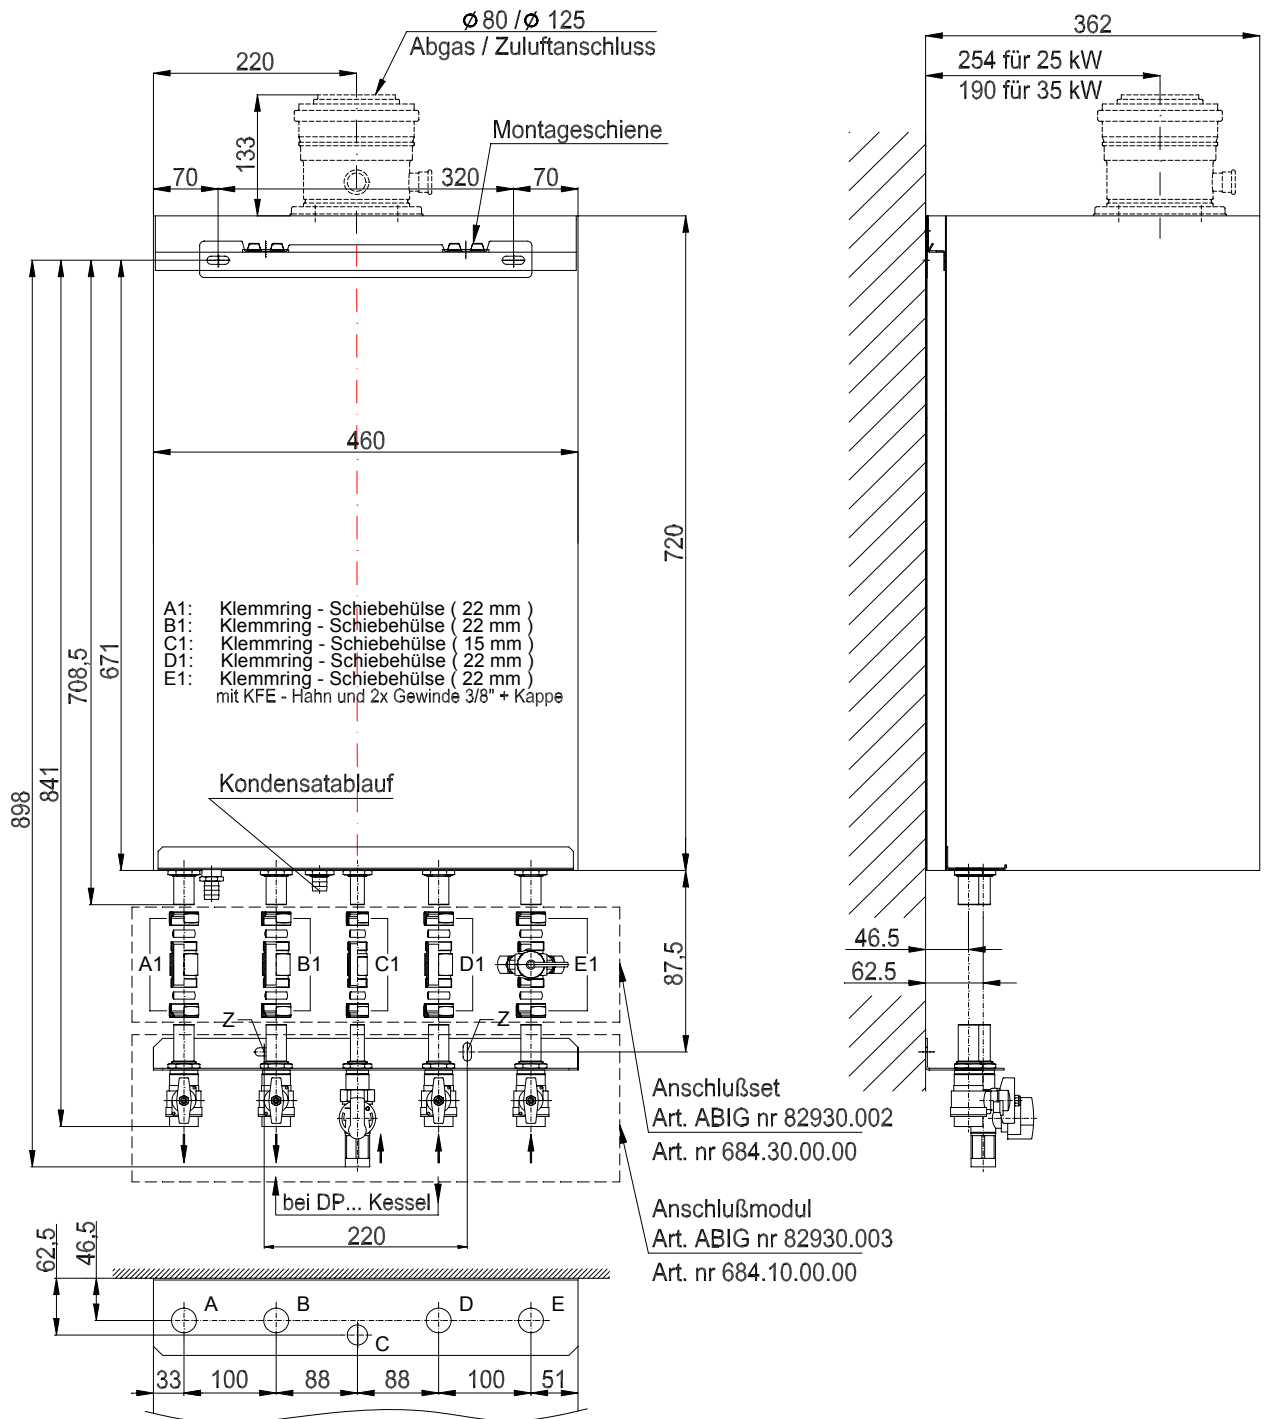

Abb. 3
- Montieren Sie die Montageschiene gemäß Abb. 3